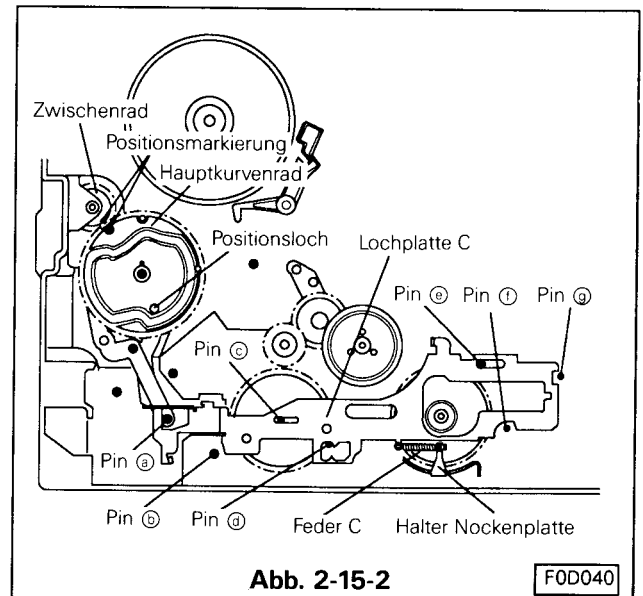

Abb. 2-15-2
- C. Beim Aufsetzen des Kurvenrades 1 sicherstellen, daß die Position der Hebel RS und C sich nicht verändert. Das Kurvenrad mit dem Sicherungshebel sichern. (Siehe Abb. 2-15-2)
- D. Unterlegscheibe auf Pin ③ aufsetzen (siehe Abb. 2-15-2) und die Nockenplatte C so einbauen, daß die Positionslöcher der Platte mit den Pinen ① ~ ④ übereinstimmt.
- E. Die Feder C der Nockenplatte an der Nockenplatte C und an dem Nockenplattenhalter befestigen. (Siehe Abb. 2-15-2)